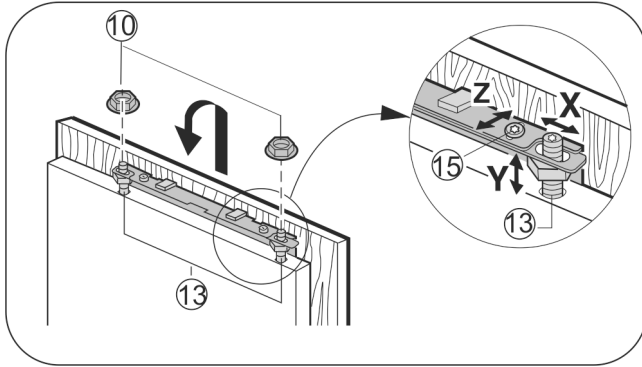

Fig. 19
- ▶ Enganche la puerta del mueble en los pernos de ajuste Fig. 19 (13) y atornille ligeramente las contratuercas Fig. 19 (10) en los pernos de ajuste.
- ▶ Alinear la puerta del mueble en cuanto a altura Y e inclinación lateral: ajuste los pernos de ajuste Fig. 19 (13) con un destornillador.
- ▶ Apriete las contratuercas Fig. 19 (10).